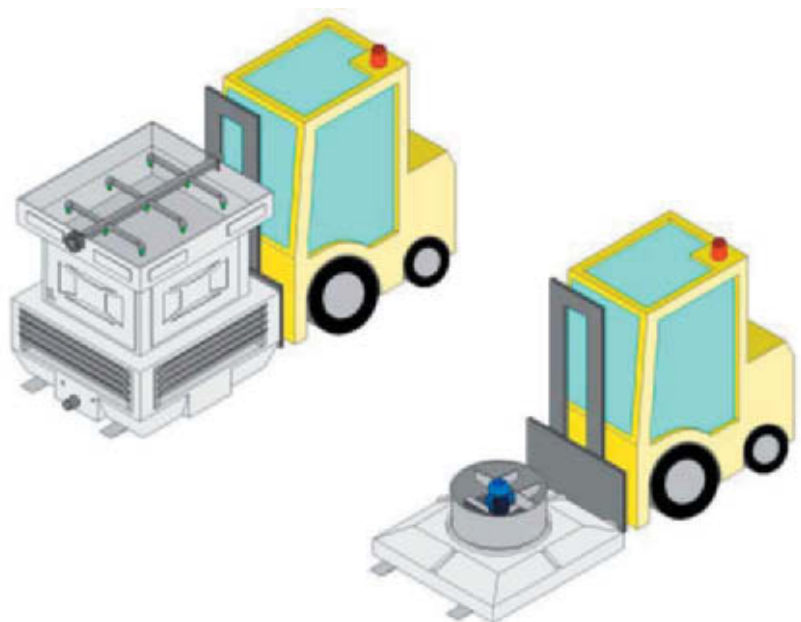

Abb. 03
- sie an der Schwerpunktlinie der Maschine zentriert werden (Abb. 03);
- die Gabelenden vom Teil vorstehen (Abb. 03);